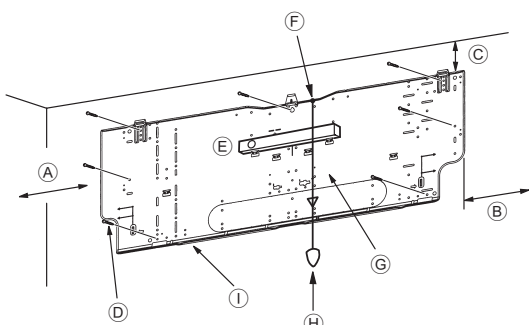
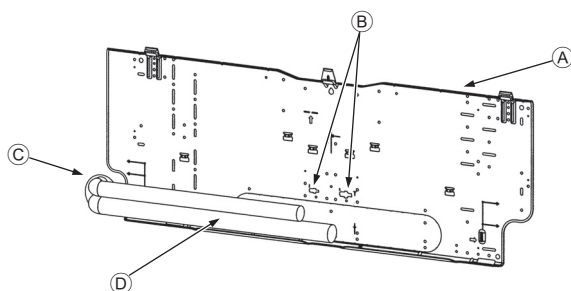

Fig. 3-4
Fig. 3-5
■ PKFY-P-VKM-E (Fig. 3-4)
- Ⓓ Vis de fixation (4 x 25) ②
- Ⓘ Planche d'installation ①
3.3. Lors de l'insertion des tuyaux dans le mur (Fig. 3-5)
- Ⓐ Planche d'installation ①